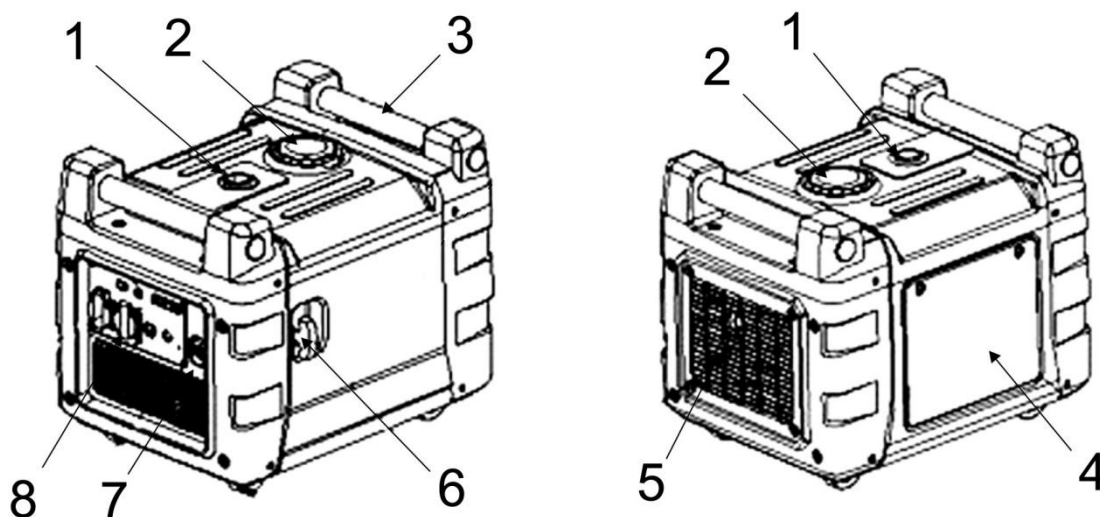

Рис. 1
- Запуск бензинового двигателя осуществляется ручным стартером, при помощи рукоятки (6)(См. Рис.1).
- Заправка топливного бака осуществляется через заправочную горловину, закрытую крышкой (1).
- Розетка (9) предназначена для подключения потребителей однофазного переменного тока, напряжением 220 В.
- Розетка (15) предназначена для подключения потребителей постоянного тока, напряжением 12 В.
- Чтобы снять крышку топливного бака (1)(См. Рис.1; 2), поверните рычаг сапуна на крышке по часовой стрелке в положение «ON». Чтобы выровнять давление в баке.
- Закройте топливный кран (17)(См. Рис.1) перед дозаправкой топливом.